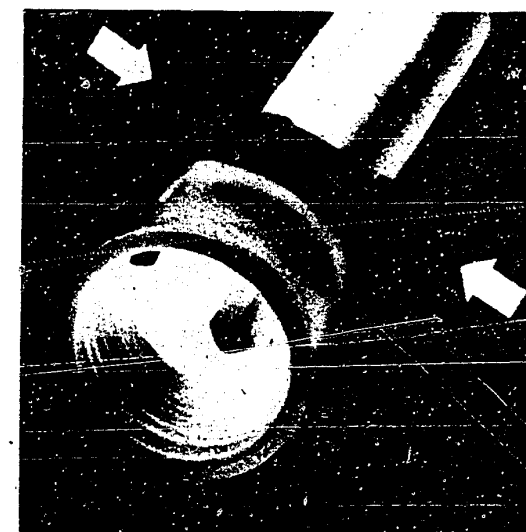

Bild 47 Zum Entfernen der Tachowelle drückt man die beiden seitlichen Laschen zusammen.
- Instrumententafel, Tachowelle (Bild 47), Steckverbindungen